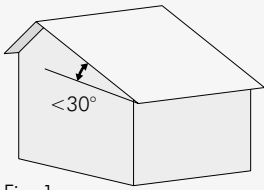

Fig. 1
Working on a roof means on a roof whose slope is less than 30° (Fig. 1) where the operator, to be able to work safely, has to connect him or herself to a horizontal flexible lifeline which has previously been installed on the apex of the roof (A). If such a lifeline is not already present, a temporary lifeline (B) must be installed by a suitably-qualified worker to allow the work to be carried out in safety. Access to the roof is mainly:
Este tipo de trabajo son únicamente aquellas intervenciones en cubiertas con una inclinación inferior a 30° (Fig. 1), en las que el operario, para poder trabajar con seguridad, debe engancharse a una línea de seguridad flexible horizontal, instalada previamente en el vértice de la cubierta (A). Si esta línea de seguridad no está instalada, un operario cualificado deberá instalar una línea de seguridad temporal (B), para realizar el trabajo de forma segura. El acceso a la cubierta puede realizarse: